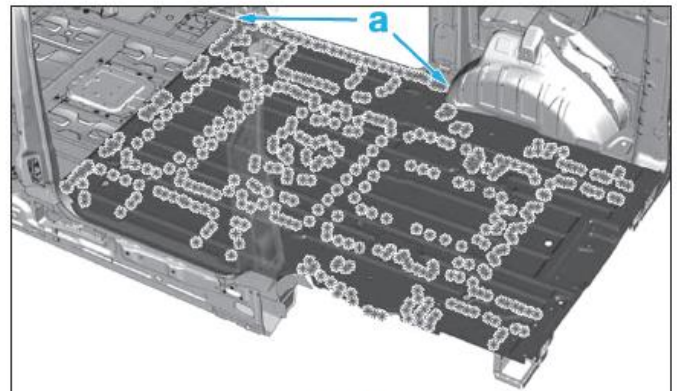

FIG. 90
- Tracer puis découper en (a) la tôle de revêtement intérieur (opération symétrique) (Fig.90).